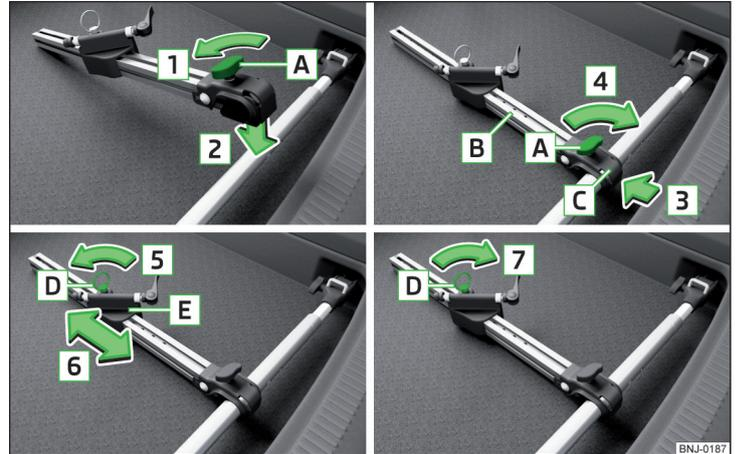

Abb. 97 Fahrradträger einbauen
Die Schraube **A** am Fahrradträger (nachstehend nur als Träger) in Pfeilrichtung **1** lösen » Abb. 97.
- Möchte man zwei Fahrräder transportieren, dann die Schraube **A** » Abb. 97 auf Seite 94 am Träger lösen und den Träger zusammen mit dem befestigten Fahrrad nach links verschieben.
- Die Schraube **A** » Abb. 97 auf Seite 94 am Träger festziehen.
- Falls erforderlich, die Position des verschiebbaren Teils **E** » Abb. 97 auf Seite 94 anpassen.